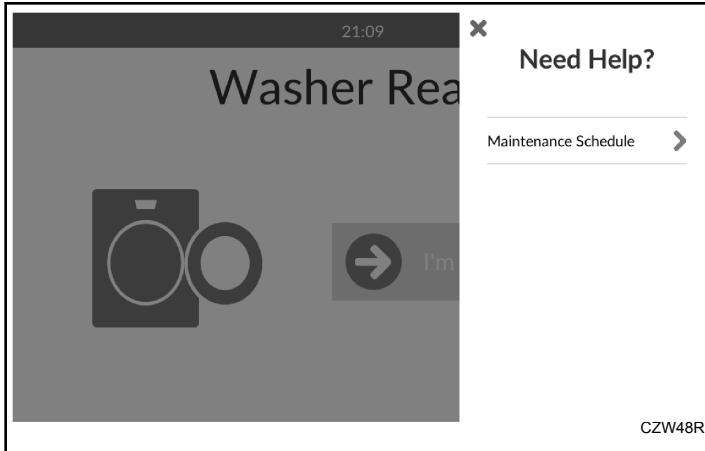

Figure 8
1. Choisir un cycle parmi les préréglages de cycles du menu options de cycle. (voir Figure 8)